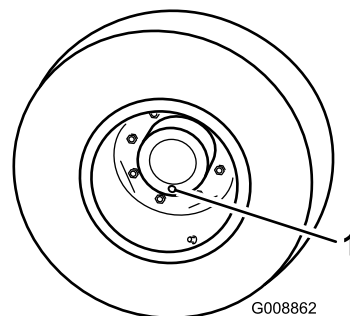

Figura 69
1. Con la macchina parcheggiata su una superficie piana, posizionate la ruota in modo che il tappo di controllo/riempimento (Figura 69) si trovi nella posizione inferiore (ore sei).